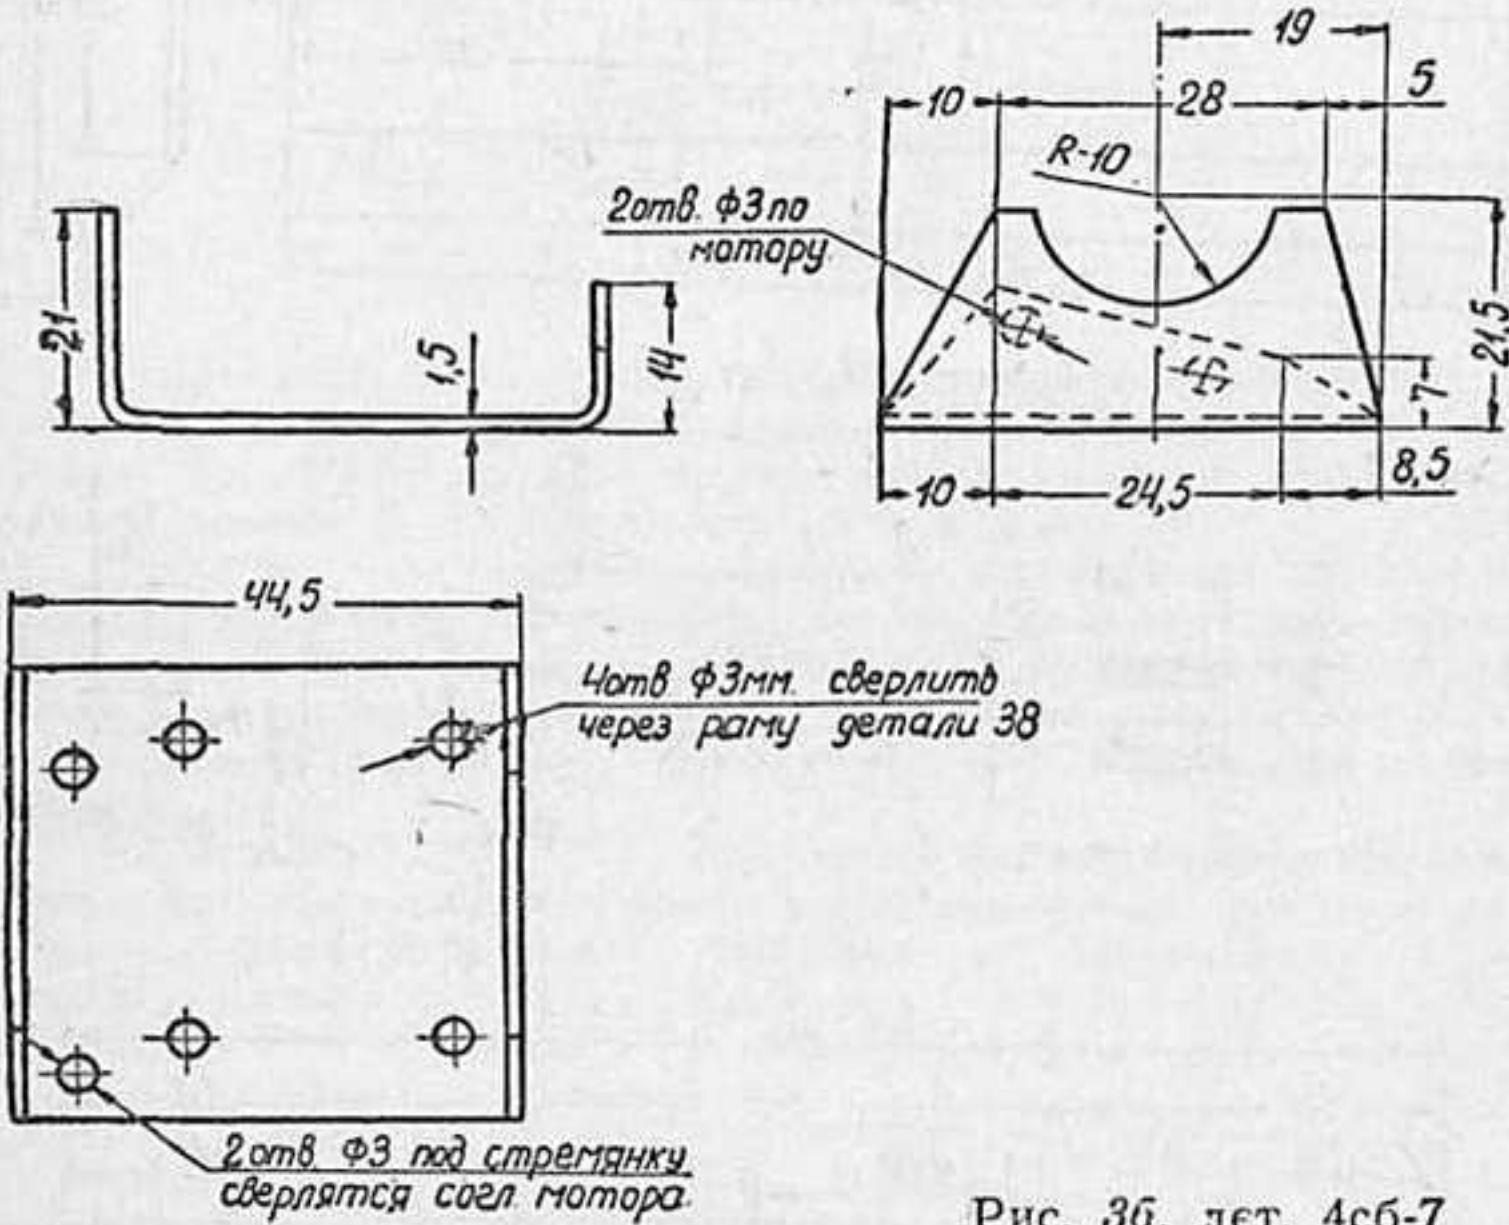

Рис. 36, дет. 4сб-7
**Моторная рама (4сб-7)** служит для крепления мотора, изготавливается из листового дуралюминия толщиной в 1,5 мм. Ее размеры указаны на рис. 36.